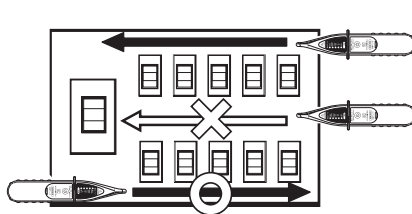

図 7-3
ブレーカーのカバー上から活線状態のすべてのブレーカーの負荷側に対して、受信機の検出部を接触させます。(図7-3)
- 受信機の検出感度が最も高くなるのは、配線に対して検出部を直角に接触させたときです。(図7-3、7-4)